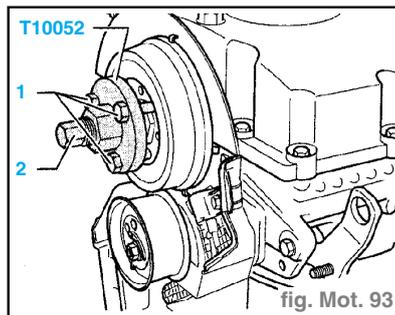

fig. Mot. 93
- Mettre le dispositif d'extraction T10052 en place et l'ajuster sur les alésages du moyeu (fig. Mot. 93).
- Visser les vis de fixation (1) dans le moyeu.